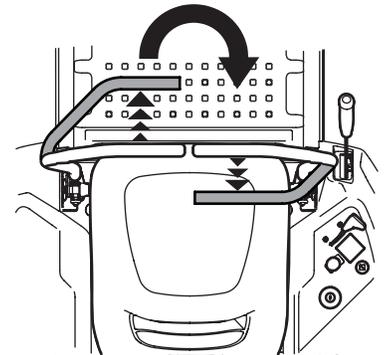

Figura 3-11
2. Para girar hacia la derecha, mueva la palanca de control de la transmisión izquierda hacia adelante mientras mueve simultáneamente la palanca de control derecha hacia atrás. Consulte Figura 3-11.